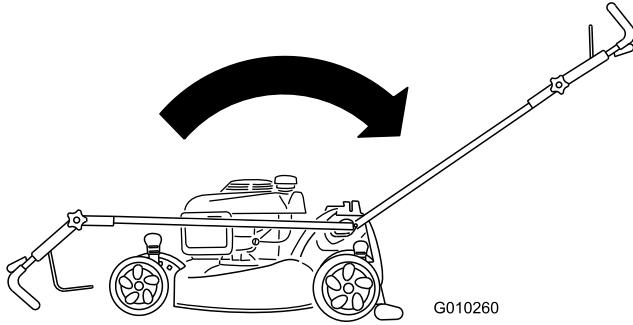

Figura 3
- Mueva el manillar hacia atrás y sujetelo en su lugar el manillar superior (Figura 3).